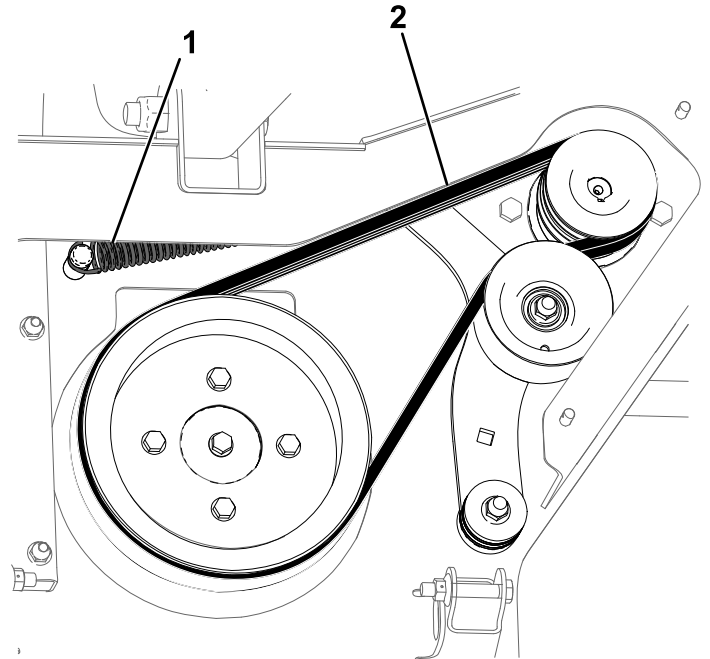

Figura 34
- Chaveta (4)
- Retire la correa de las poleas (Figura 34).
- Pase la correa nueva alrededor de la polea pequeña (Figura 34).
- Gire la polea grande a mano y pase la correa alrededor de ella mientras gira (Figura 34).